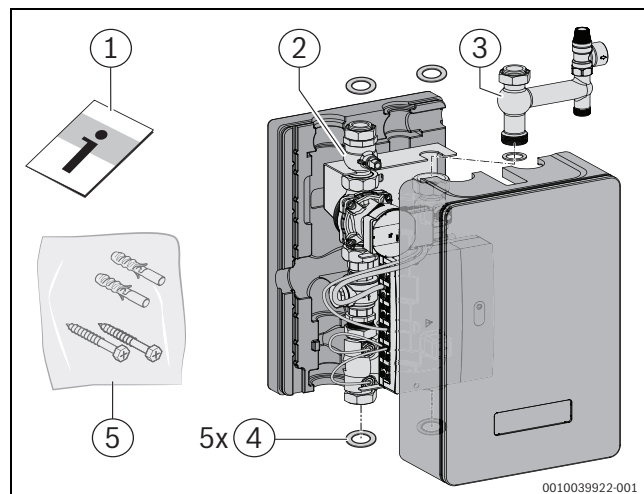

Bild 4 Lieferumfang HW-Set HYC25
- Anschluss-Set Hybrid inklusive Elektronik-Modul (→ Bild 4).